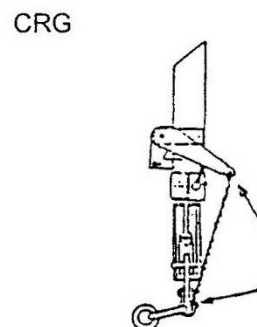

Fig. 3
4. Sichern Sie das Schleppseil der Schleppseileinziehwinde gegen unbeabsichtigtes Herausziehen, siehe Abb. 3.